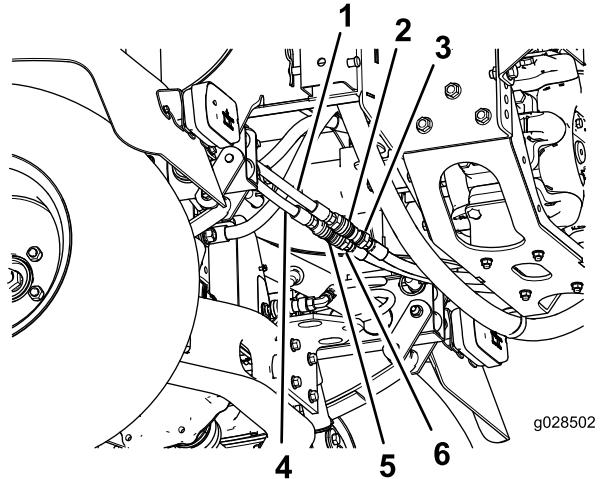

Figura 9
3. Conecte las mangueras hidráulicas a los acoplamientos rápidos, según se muestra en Figura 9.
1. Instale un acoplamiento rápido hembra en el extremo macho de la manguera hidráulica de la válvula de elevación de los brazos (Figura 9).